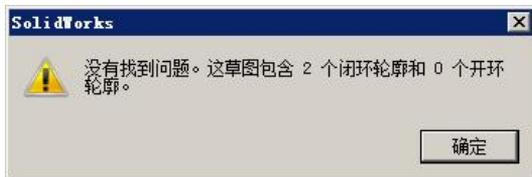

图 1.5.8 SolidWorks 对话框
Step4. 再次检查草图。依照 Step2 中的步骤再次检查草图，当检查结果为图 1.5.8 所示的 SolidWorks 对话框时，说明此草图合法，此时可将该草图作为拉伸特征的轮廓草图创建拉伸特征。